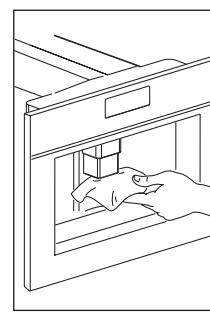

Fig. 36
- Curătați periodic duzele folosind un burete (Fig. 36).